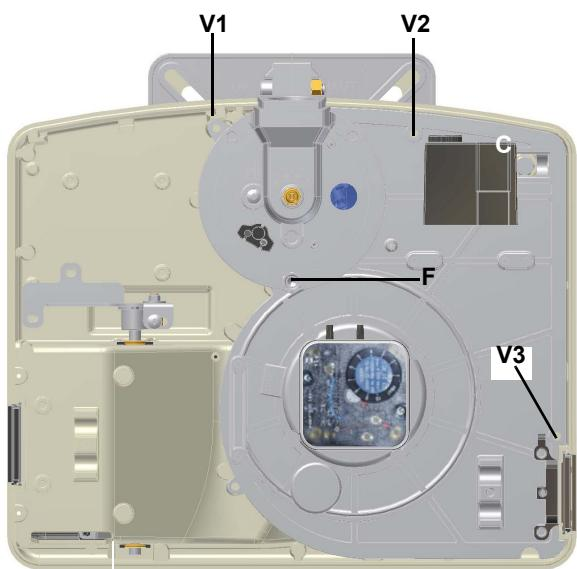

Рис. 28
- Снять, проверить и почистить голову сгорания (см. Рис. 28 и последующие)
- 1 Снять плиту с компонентами горелки C, отвинтив для этого 3 винта V1, V2, V3 и крепежный штифт F (Рис. 28..).